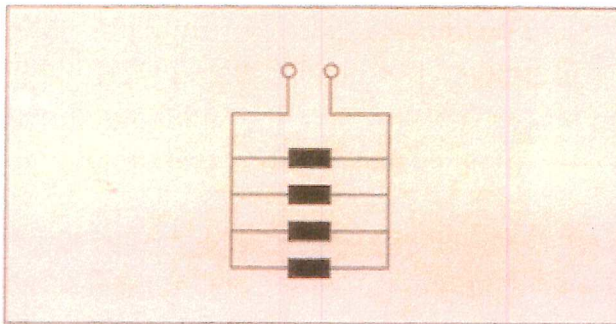

Рис. 6a Однофазное параллельное подключение
1. однофазное параллельное соединение (рис. 6a)